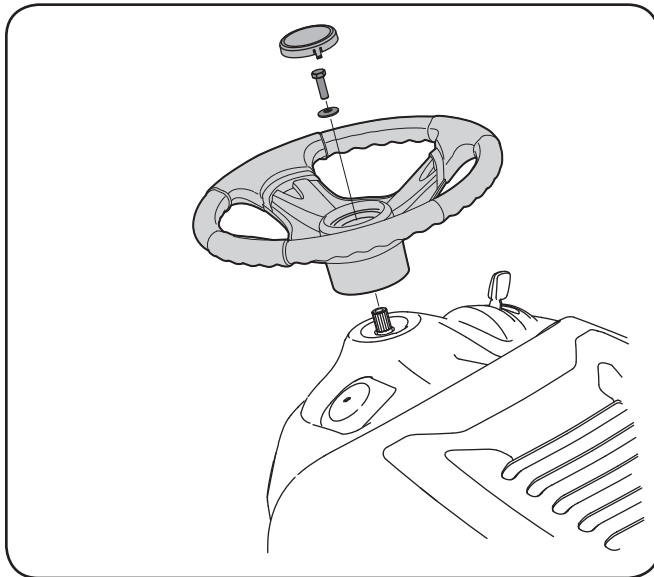

Figure 3-3
2. Placez la rondelle, côté creux vers le dessous, sur l'arbre de direction. Maintenez avec un boulon de retenue hex. Voir la Figure 3-3.